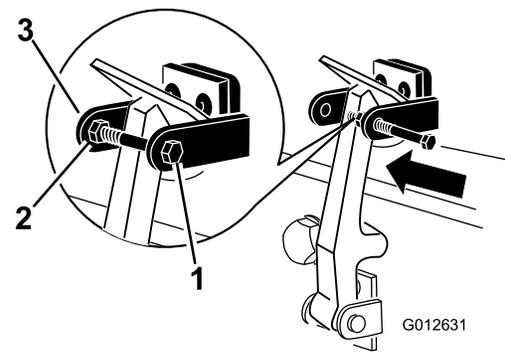

Figura 7
8. Instale o parafuso no outro braço do suporte do trinco do capot para prender o trinco na posição (**Figura 7**). Aperte o parafuso firmemente, mas não aperte a porca.